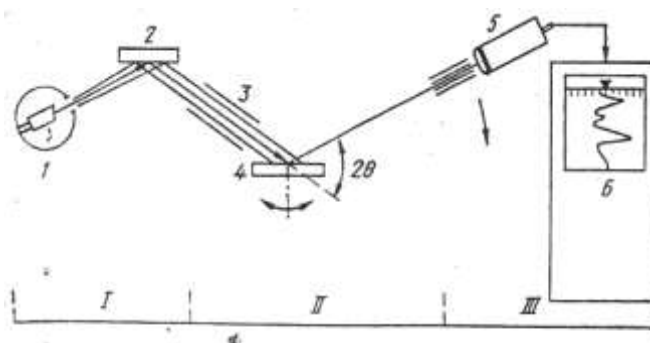

Рис. 41. Схема установки для рентгеноспектрального анализа:
1) источник возбуждения характеристического излучения элементов пробы; 2) диспергатор — устройство для выделения аналитических сигналов элементов; 3) детектор с соответствующим электронным устройством (рис. 41).